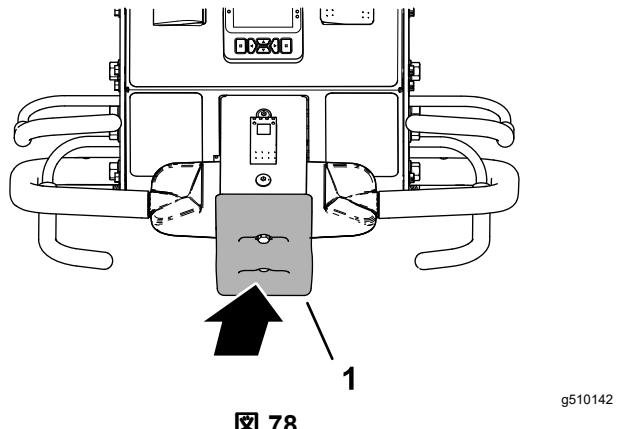

図 78
**重要** マシンを即座に停止させるにはバンプストップスイッチを使用します図 78。